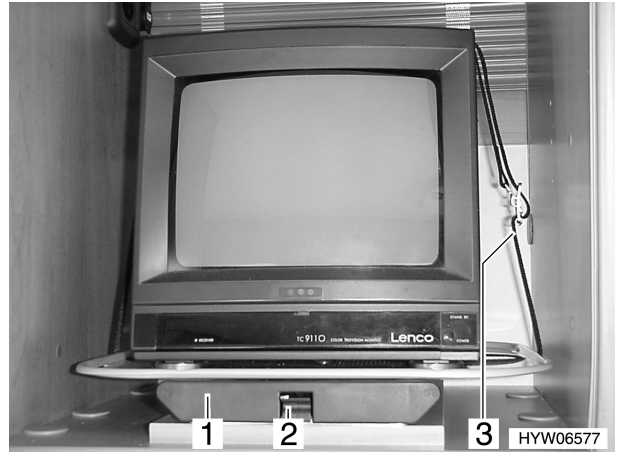

Bild 4 Fernsehgerät
- Fernsehgerät in Ausgangsstellung (Bild 4) drehen.
- Auszug am Griffstück (Bild 4,1) nach hinten schieben. Der Riegel (Bild 4,2) schnappt ein.
- Prüfen, ob der Haltegurt (Bild 4,3) straff gespannt ist.